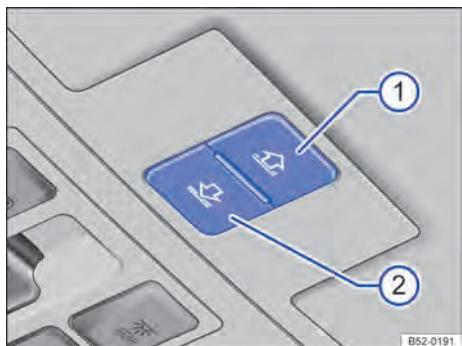

Fig. 37 No revestimento do teto: botões para a cortina de proteção solar.
Função	Ação ⇒ Fig. 37
Os botões ⇒ Fig. 37 ① e ② são de 2 níveis. No 1º nível, a cortina de proteção solar pode ser totalmente ou parcialmente aberta ou fechada.
- **Cortina de proteção solar:** dentro de aproximadamente 5 segundos após a liberação do limitador de força, pressionar o botão ⇒ Fig. 37 ② o tempo necessário até que a cortina de proteção solar esteja completamente fechada.